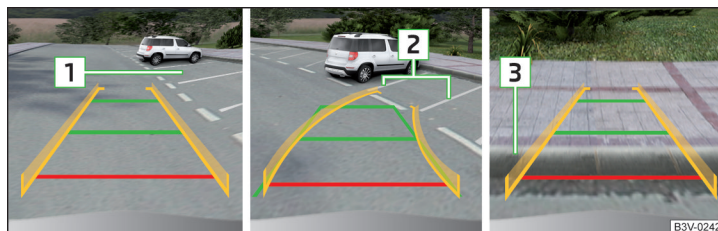

Fig. 264 Visualización de la pantalla
- Desplazarse lentamente por la plaza de aparcamiento **1** » fig. 264 y parar el vehículo.